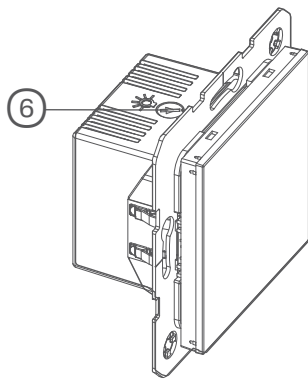

Bild 5: Helligkeitseinstellung
Im Auslieferungszustand ist das Potenziometer (Bild 5, (6)) auf maximale Helligkeit eingestellt.
- ① Netzspannung ausschalten.
- ② Zentralstück (5) vom Tragring abziehen.
- ③ Rahmen (2) entfernen.
- ④ Tragring von der Gerätedose lösen.
- ⑤ Einsatz (1) aus der Gerätedose herausziehen.
- ⑥ Potenziometer (6) einstellen (Bild 5).
- ⑦ Einsatz wieder in die Gerätedose einsetzen und über Tragring festschrauben.
- ⑧ Rahmen (2) über dem Tragring des Einsatzes positionieren.
- ⑨ Zentralstück (5) aufrasten.
- ⑩ Netzspannung einschalten.